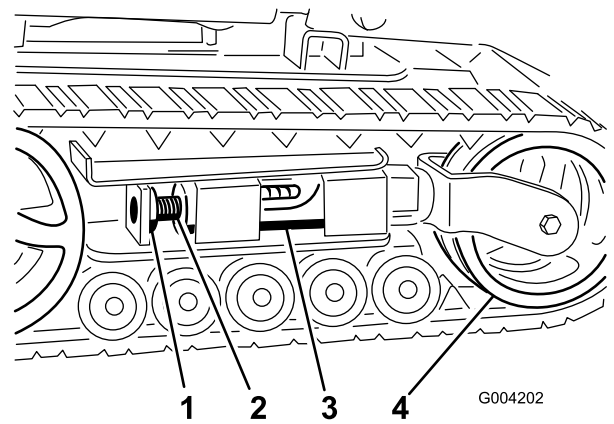
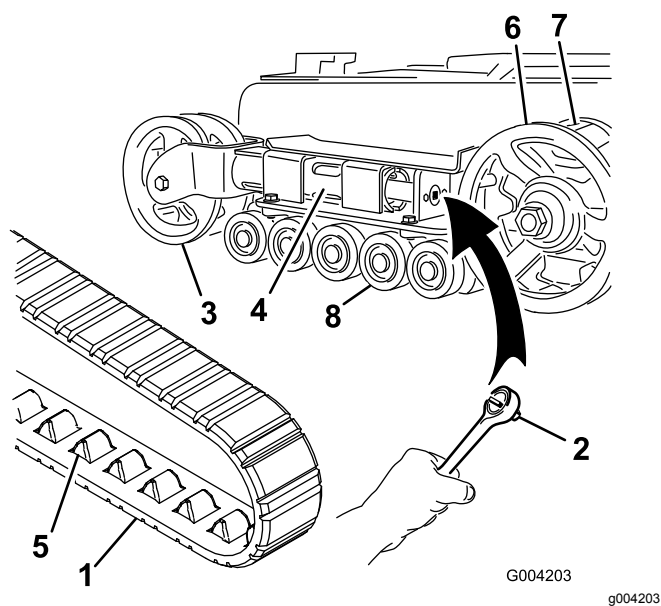
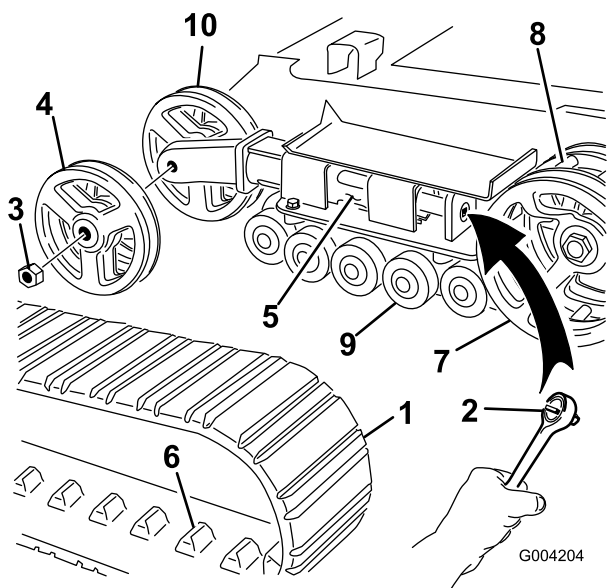

Рисунок 45
Рисунок 46
Рисунок 47
4. Отвинтите зажимной болт и гайку (Рисунок 45).
6. Совместите ближайшую выемку в натяжном винте с отверстием в зажимном болте и закрепите винт при помощи зажимного болта и гайки (Рисунок 45).
Примечание: Если передние натяжные колеса установлены в вилке на конце натяжной трубы, на вашей машине установлены узкие гусеницы. (Рисунок 46).
вращая натяжной винт по часовой стрелке (Рисунок 45 и Рисунок 46).
6. Надавите на натяжное колесо в направлении задней части блока, чтобы придвинуть натяжную трубу к раме (Рисунок 46).
8. Когда гусеница будет снята с натяжного колеса, снимите ее с ведущей звездочки и опорных катков (Рисунок 46).
9. Сначала установите новую гусеницу на ведущую звездочку. Звенья гусеницы должны находиться между зубьями звездочки (Рисунок 46).
10. Протолкните гусеницу под опорные катки и одновременно между ними (Рисунок 46).
Примечание: Если передние натяжные колеса установлены на конце натяжной трубы с боковых сторон, на вашей машине установлены широкие гусеницы (Рисунок 47).
5. Используя ключ с храповым механизмом на 1/2 дюйма, ослабьте натяжение привода, вращая натяжной винт по часовой стрелке (Рисунок 45 и Рисунок 47).
- Надавите на натяжное колесо в направлении задней части блока, чтобы придвинуть натяжную трубу к раме (Рисунок 47).
- Отвинтите гайку, которая крепит внешнее натяжное колесо, и снимите колесо (Рисунок 47).
- Снимите гусеницу (Рисунок 47).
- Отвинтите гайку, которая крепит внутреннее натяжное колесо, и снимите колесо (Рисунок 47).
- Установите внутреннее натяжное колесо и закрепите его отвинченной ранее гайкой (Рисунок 47).
- Установите новую гусеницу на ведущую звездочку. Звенья гусеницы должны находиться между зубьями средней части звездочки (Рисунок 47).
- Установите внешнее натяжное колесо и закрепите его отвинченной ранее гайкой (Рисунок 47).
6. Поместите наполненный смазкой колпачок опорного катка поверх головки болта (Рисунок 46).
7. Закрепите колпачок опорного катка стопорным кольцом (Рисунок 46).